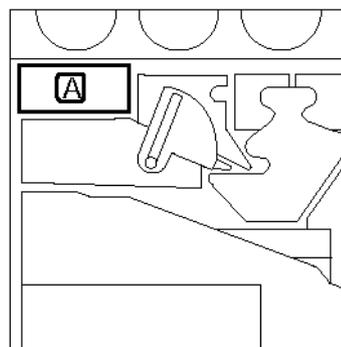

Figura 10: Localizar o Recipiente de Resíduos de Toner
- 3 Localize o Recipiente de Resíduos (área A na Figura 10) na parte superior esquerda da impressora.